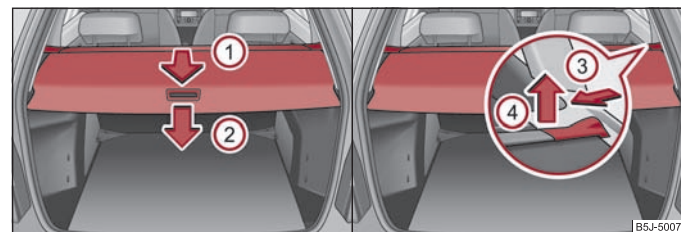

Fig. 61 Coffre à bagages: Cache-bagages enroulable / extraction du cache-bagages enroulable
- Tirez le cache-bagages enroulable dans le sens de la flèche (1) jusqu'à la butée en position de sûreté ⇒ fig. 61.
- Le cache-bagages enroulable peut être déposé pour transporter des objets encombrants en poussant sur le côté de la tige transversale en direction de la flèche (3) et l'enlever en le faisant bouger dans le sens de la flèche (4) ⇒ fig. 61. ►